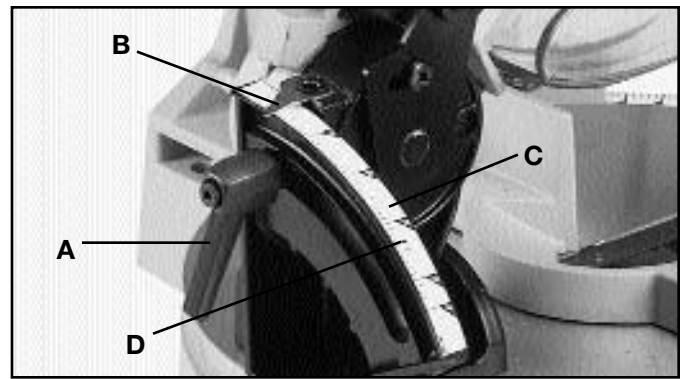

Fig. 15
Afloje la agarradera de cierre de corte de biselado (A) Fig. 15, incline el brazo de corte al ángulo de biselado que se desea, y apriete la agarradera de cierre (A). **AVISO:** La agarradera de cierre (A) está cargado por resorte y puede ser vuelto a posicionar con sólo tirar la agarradera hacia afuera y reposicionarlo sobre el gorrón aserrado ubicado bajo la agarradera.
El ángulo de biselado del brazo de corte queda determinado por la posición del indicador (B) Fig. 15 sobre la escala grande (C). Se proporciona un triángulo indicador (D) para colocar el brazo de corte con rapidez en el ángulo de biselado izquierdo de $33-7/8$ grados, que se utiliza para el corte de moldaduras coronadas, como se explicará más adelante en este manual.